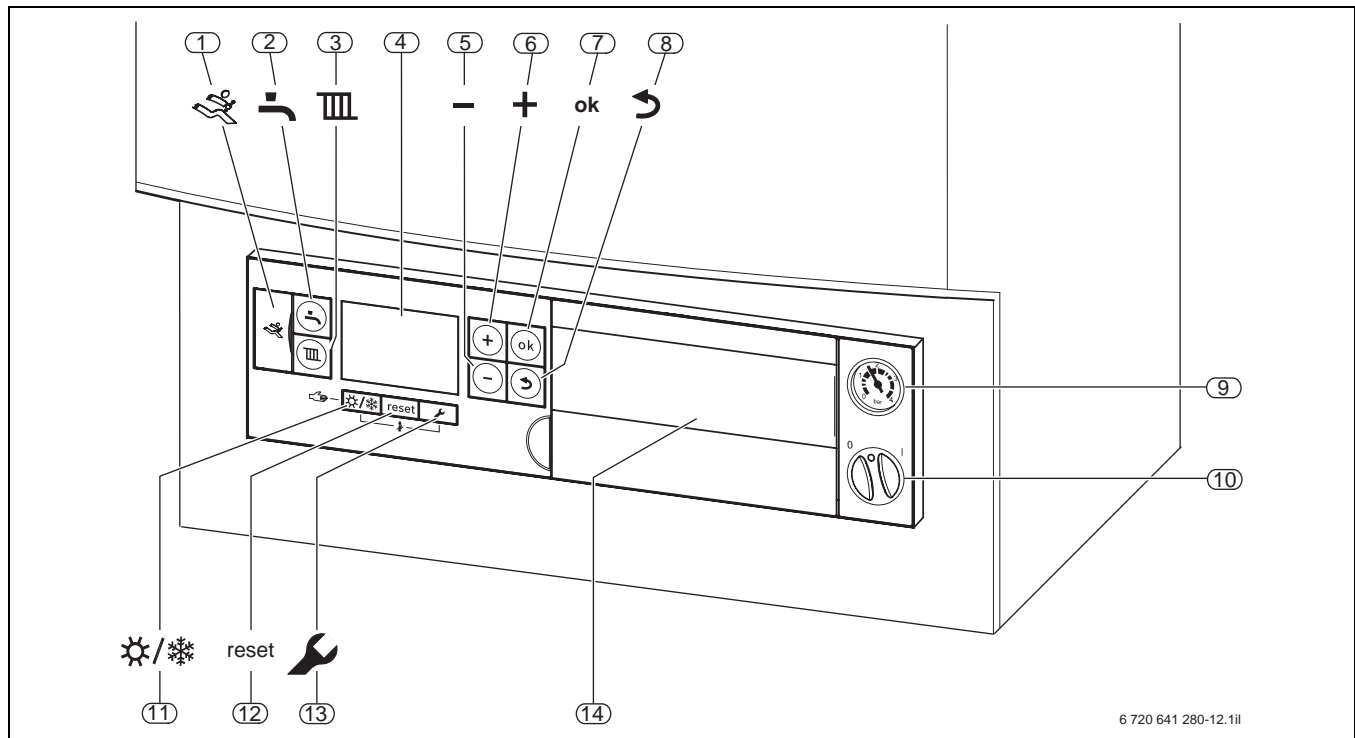

Bild 22 Anzeigen und Bedienelemente des Basiscontrollers Logamatic BC25
15 Heizbetrieb</p> | <ul style="list-style-type: none"> • mikroprozessorgesteuerte digitale Überwachung und Steuerung aller elektronischen Bauelemente des Geräts über integrierten Brennerautomaten • Ein- und Ausschalten des Heizkessels und aller angeschlossenen Module über eine Ein/Aus-Taste (→ Bild 22, Pos. 11) • Ein- und Ausschalten des Heizbetriebs • Einstellen der maximalen Kesselvorlauftemperatur für den Heizbetrieb (zwischen 30 °C und 82 °C) • Ein- und Ausschalten des Warmwasserbetriebs sowie der Zirkulation • Einstellen der Warmwasser-Solltemperatur (maximal 60 °C) • thermische Desinfektion entweder über Bedieneinheit RC35 gesteuert (zyklisch selbstständiger Start) oder über Basiscontroller BC25 gesteuert (manueller Start der Funktion) • Warmwasser-Temperatureinstellung – GB172-14/20/24 (Geräte mit Warmwasserspeicher) <ul style="list-style-type: none"> – Warmwasserbetrieb
- Taste Umschaltung „Sommer-/Winterbetrieb“ (→ Bild 22, Pos. 12)